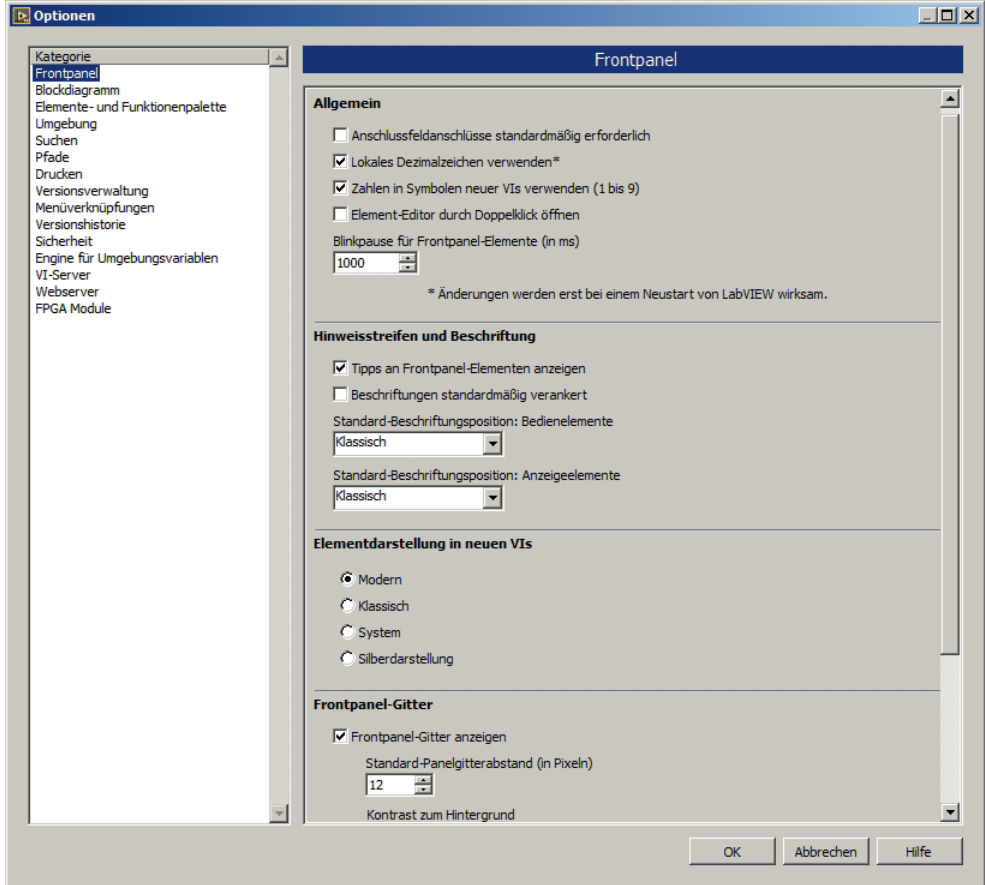
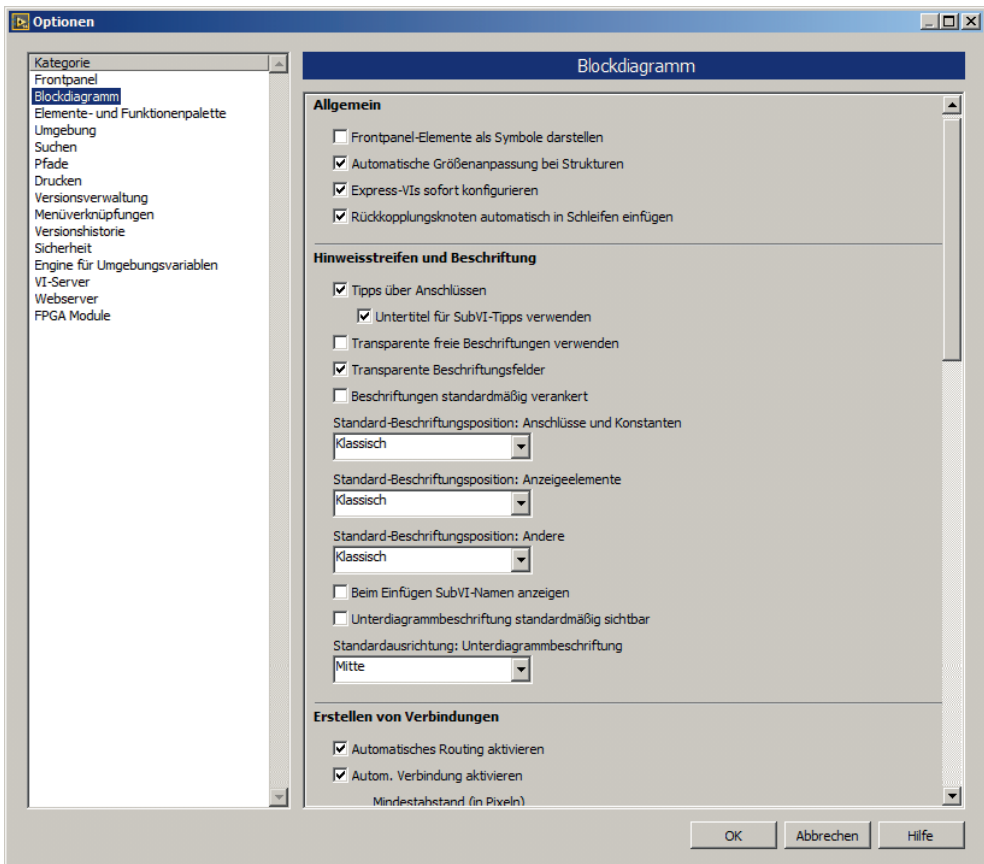
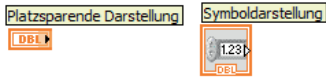

Bild 2.1 Optionen zur Gestaltung der verschiedenen Kategorien, hier Frontpanel
Bild 2.2 Optionen zur Gestaltung des Blockdiagramms
Bild 2.3 Terminaldarstellungen
Wir befassen uns hier mit der ersten Wahlmöglichkeit. Öffnet man vom Panel oder vom Diagramm aus das Optionsangebot, erhält man (voreingestellt) eine Ansicht nach Bild 2.1.
Die Optionen in Bild 2.1 zeigen verschiedene Möglichkeiten der Parameteränderung. Man kann unter anderem die Einstellungen beeinflussen für:
Die generellen Frontpanel-Einstellungen erreicht man mit 'Werkzeuge' – 'Optionen...' – 'Frontpanel'. Bild 2.1 zeigt das zugehörige Fenster.
Wählt man die Kategorie 'Blockdiagramm', erhält man eine Übersicht, deren oberer Teil in Bild 2.2 dargestellt ist. Dort sieht man rechts oben unter 'Allgemein' die Eintragung 'Frontpanel-Elemente als Symbole darstellen'. Sie ist im vorliegenden Fall **nicht** markiert. Das bedeutet, dass per Voreinstellung die Terminals als kleine Rechtecke dargestellt werden, wie wir das z.B. von Bild 1.13 her kennen. Markiert man dagegen diese Option, werden die Terminals als größere quadratische Symbole (Icons, siehe Bild 2.3) dargestellt. Man kann trotzdem später im Blockdiagramm von einer Darstellung zur anderen wechseln, indem man individuell für jedes Terminal das Kontextmenü aufruft und bei 'Als Symbol anzeigen' die Markierung setzt oder entfernt.
- 'Transparente Beschriftungsfelder' unter 'Hinweisstreifen und Beschriftung' in Bild 2.2 ist **angekreuzt**. Das bedeutet, dass Kommentare, die man mit der A-Funktion der Werkzeugpalette schreibt, **keinen Rand** erhalten. Auch die Namen von Eingabe- und Ausgabefeldern werden zunächst randlos dargestellt. Ist dagegen das Kontrollkästchen **nicht angekreuzt**, wird im Diagramm automatisch ein **schwarzer Rand** gezeichnet, auf dem Panel erscheint die Schrift als Relief. Man kann das individuell für jeden Kommentar und jedes Terminal mit dem Farbpinsel für Vordergrund und Hintergrund in der Werkzeugpalette ändern. **Transparenz** erhält man, wenn man bei der Farbwahl das **große T** wählt.
Bereits ab LabVIEW 7.0 erhielt das Frontpanel während des Editierens (Programm erstellen) ein Gitter. Es dient der besseren Ausrichtung der Eingabe- und Ausgabeelemente. Auch hier lassen sich einige Parameter ändern, siehe dazu Bild 2.1 und Bild 2.2.
Man kann auf die Anzeige des Frontpanel-Gitters verzichten, andererseits lässt sich aber auch zusätzlich ein Gitter auf dem Blockdiagramm erzeugen. All das trifft nur für die Editierphase zu, d.h. für die Entwicklung des Programms. Zur Laufzeit verschwindet das Gitter automatisch. Man erhält das Raster, wenn man unter 'Frontpanel-Gitter' nach Bild 2.1 'Frontpanel-Gitter anzeigen' markiert. Damit die Ausrichtung am Raster wirksam wird, muss man zusätzlich 'Ausrichtung an Gitter aktivieren' ankreuzen. Entsprechend kann man im 'Blockdiagramm' nach Bild 2.2 unter 'Blockdiagrammgitter' markieren 'Blockdiagrammgitter anzeigen' bzw. 'Ausrichtung an Diagrammgitter aktivieren'. Ferner kann man mit 'Standard-Diagrammgitterabstand in Pixeln' die Feinheit des Gitters bestimmen sowie den Kontrast Gitter – Hintergrund erhöhen oder abschwächen.